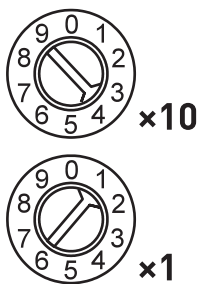

Рис.2. Адрес 41.
- 3.4. Установите DALI адрес. Адрес устанавливается двумя вращающимися переключателями. Первым переключателем устанавливаются десятки, вторым — единицы. На Рис. 2. показан пример установки адреса 41. Переключателями устанавливается адрес первого канала, соответствующего каналу R зоны 1 (назовем его A).
Таким образом, в примере на Рис.2, будут задействованы адреса 41, 42, 43...56. Максимально возможное количество адресов и устройств на шине DALI — 64 адреса.